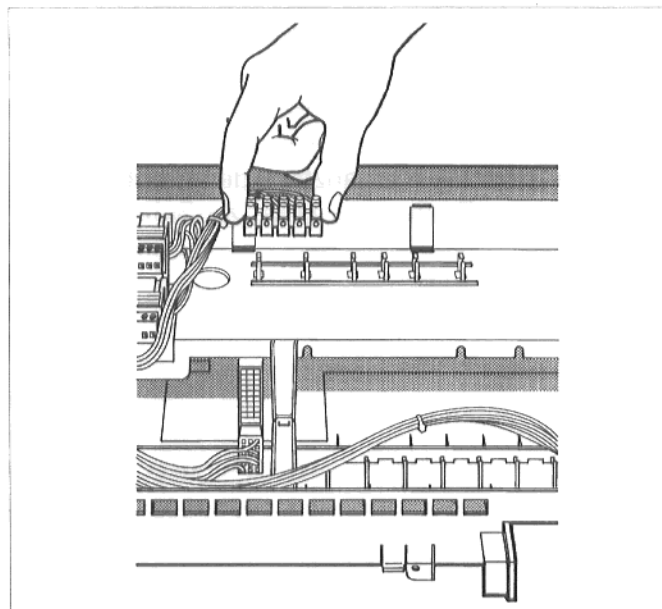

Abb. 4: Klemmen aufstecken
- Klemmen auf den Klemmenträger aufstecken (Abb. 4).